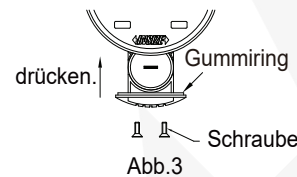

Abb.3
---Schließen Sie den Batteriefachdeckel und drehen Sie die Sicherungsschrauben ein (Abb.3). Bitte entfernen Sie den Gummiring nicht, da sonst die Wasserdichtigkeit des Produkts beeinträchtigt wird.